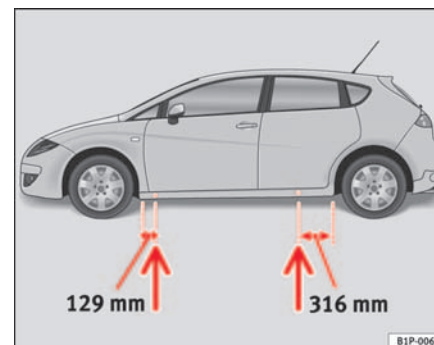

Abb. 149 Aufnahmepunkte für den Wagenheber
- Suchen Sie den Aufnahmepunkt am Unterholm, der dem zu wechselnden Rad am nächsten liegt ⇒ Seite 231, Abb. 149.
Am Unterholm kennzeichnen jeweils vorn und hinten Eindrückungen die Stellen, an denen der Wagenheber angesetzt werden darf ⇒ Seite 231, Abb. 149. An jedem Rad ist eine Stelle für den Wagenheber vorgesehen. An anderen Stellen darf der Wagenheber nicht angesetzt werden.